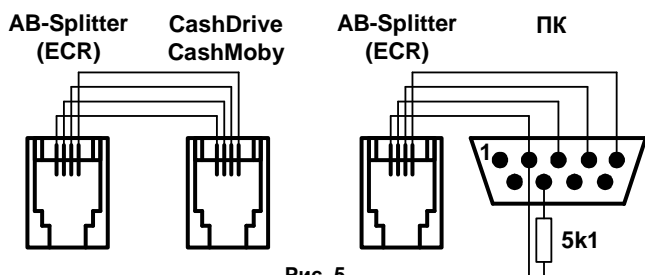

Рис. 5
6.2. Подключить «AB-Splitter» в кассовую сеть через разъем BUS (Приложение А, Рис. 5 и 6).
11. 4. Схемы кабельного соединения разветвителя «**AB-Splitter**» с ПК, CashDrive и CashMoby изображены на Рис.5.